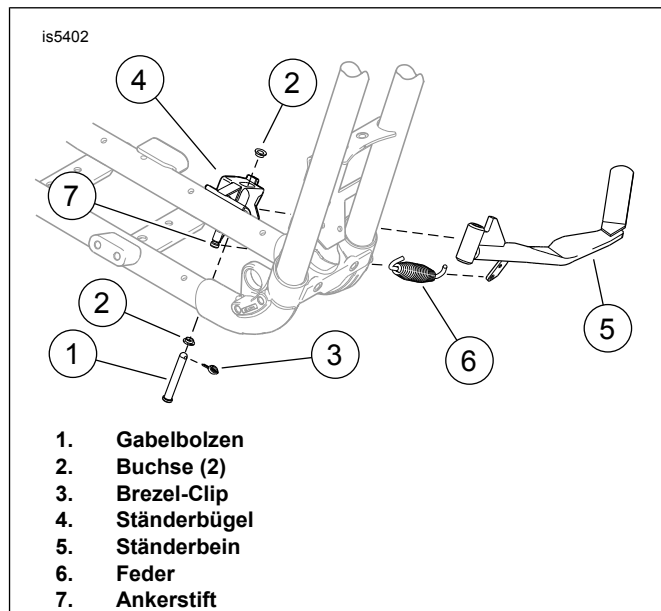

Abbildung 2. Seitenständer
- Siehe Abbildung 2. Das Seitenständerbein vollständig einklappen und Brezel-Clip (3) entfernen.
- Das Seitenständerbein (5) fest in der vollständig zurückgeklappten Position halten und den Gabelbolzen (1) zurückziehen, bis er sich aus der oberen Gelenköffnung des Seitenständerbügels (4) löst.
- Die Feder (6) mit einer Zange vom Ankerstift (7) abnehmen. Das andere Ende der Feder vom Seitenständerbein aushaken.
- Den am Rahmen montierten Ankerstift reinigen und eine kleine Menge Radlagerfett auf die Drehgelenklöcher des neuen Seitenständerbeins (5), Bügel, Nut des Ankerstifts und Gabelbolzenwelle (1) geben.